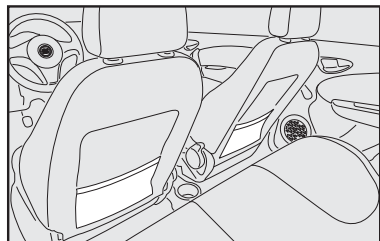

fig. 70
- para algumas versões, uma bolsa porta-objetos na parte posterior do encosto dos bancos dianteiros **fig. 70**.